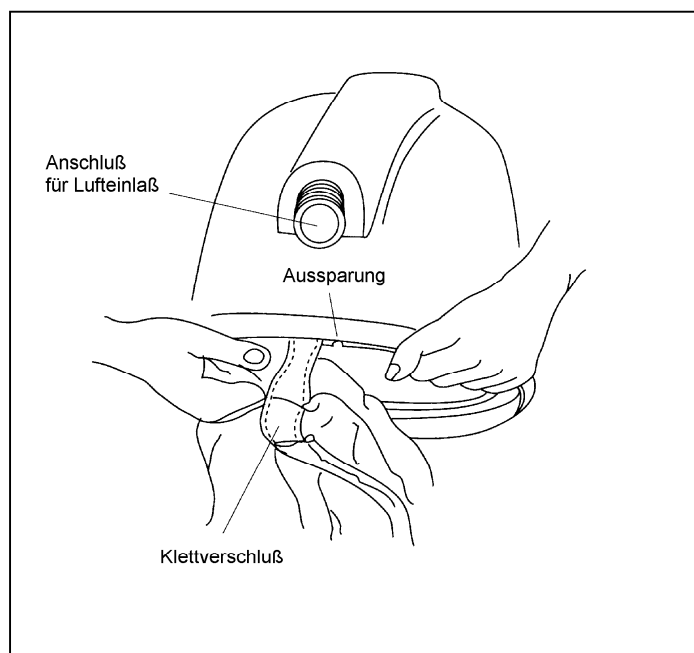

Bild 4: Demontage Cape
(1) Klettverschluß am Cape öffnen.	Siehe Bild 4.
(4) Klettverschluß am Cape schließen.	Siehe Bild 4.